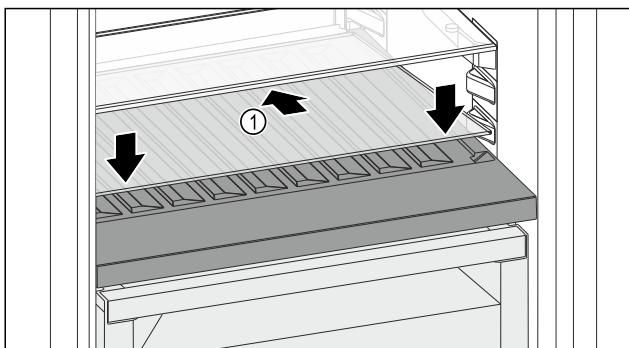

Fig. 125
- Sett på glassplaten Fig. 125 (1) skrått og vippet bakover nede.
- Senk glassplaten Fig. 125 (1) foran.